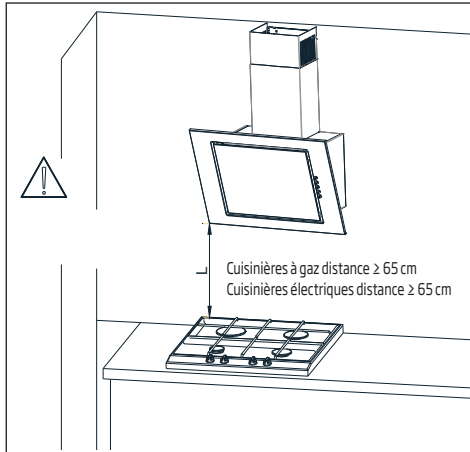
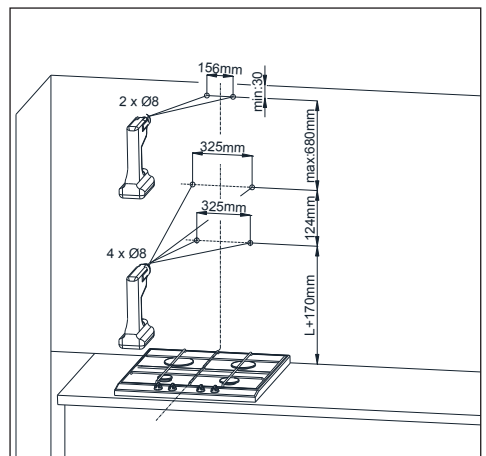
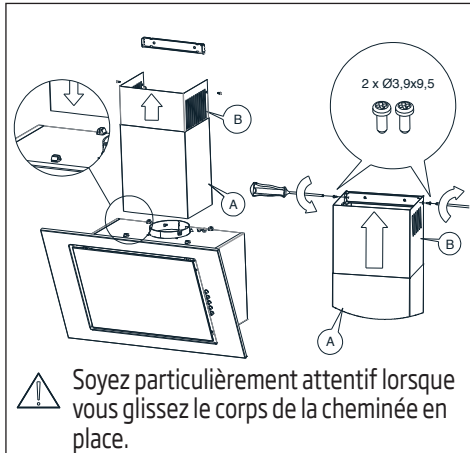

Fig. 3 Distances recommandées par rapport à la cuisinière
Fig.4 Dimensions de montage
Fig. 9 Montage du corps de cheminée
La distance minimale entre la cuisinière (à gaz ou cuisinière électrique) et la partie inférieure de la hotte (figure 3) doit être d'au moins 65 cm pour les cuisinières électriques et d'au moins 65 cm pour celles à gaz. Si le manuel d'utilisation de la cuisinière indique une distance la plus élevée pour l'installation de la hotte, cette exigence de distance plus élevée doit être respectée. L'installation de la hotte et du corps de cheminée est illustrée sur les figures (Fig. 4 - Fig. 9). La hotte est équipée de broches de fixation adaptées à la plupart des murs et des plafonds. Au cours du montage, respectez les règles communes relatives à l'évacuation de l'air de la pièce.
1. Définissez l'axe de la cuisinière et indiquez-le sur le mur où la hotte sera installée. Notez tous les points de fixation de la hotte et percez les trous à l'aide de la perceuse. (Fig. 4)
Placez le corps de la cheminée sur le corps de la hotte. Ensuite, déplacez délicatement la partie de la hotte marquée B vers le haut, jusqu'à ce qu'il soit possible de la visser sur l'élément de fixation préalablement fixé au mur (Fig. 9).